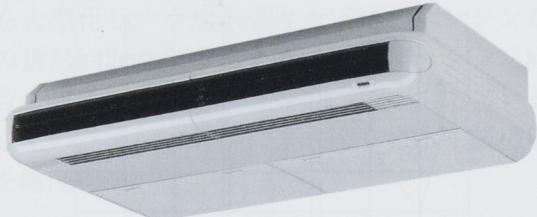

図2 天吊形
- ①室内機の膨張弁を毛細管による固定絞りとすることによる室内機のコストダウン
- ②室内機のうち天吊りタイプ3機種(図2)を海外調達することによるコストダウン
- ③室外機冷媒回路および冷却水回路の簡素化によるコストダウン
- ④室外機の音源対策による騒音対策部材のコストダウン
- ⑤ベースモデルとなるMシリーズコストダウン開発を逆共用
- ⑥マルチ冷媒制御以外の設置自由度などの機能はビル用マルチ並を確保